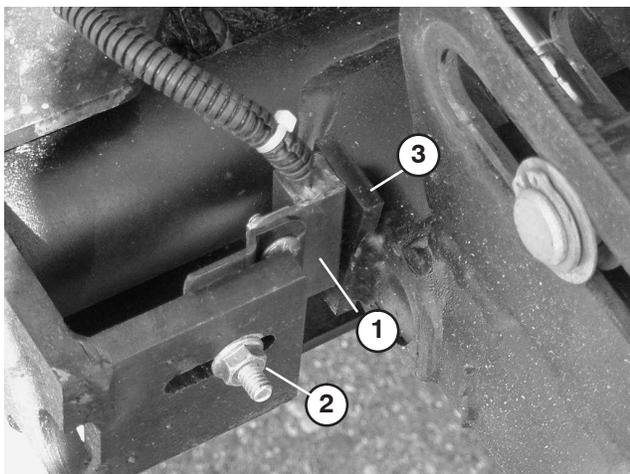

Bild 10
- Lösen Sie die Schlossschraubenmutter, mit der die Hubarm-Schalterhalterung an den Hubarmen Nr. 4, Nr. 6 und Nr. 7 befestigt ist (Bild 10). Bild zeigt Nr. 4.